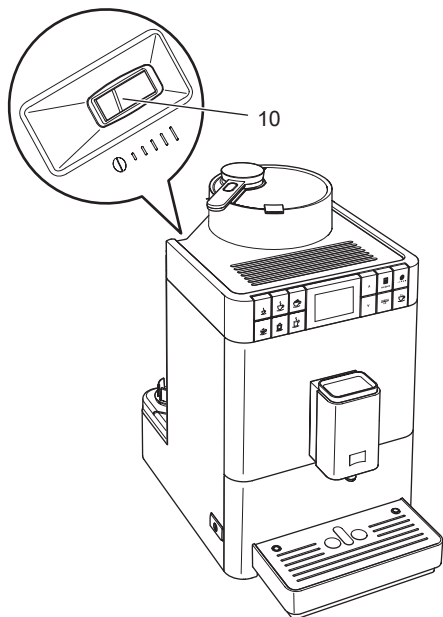

图 18: 研磨度的调节手柄
- » 随后即可在外罩上看到用于调节研磨度的手柄 (10)。
2. 如图 18 所示，向左或向右调整手柄。